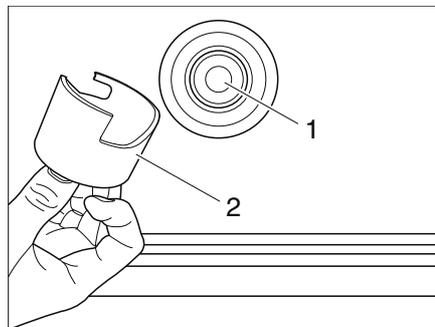

Bild 91 Einfüllstutzen Gas
- Verschluss (Bild 91,1) des Einfüllstutzens (Bild 91,2) gegen den Uhrzeigersinn lösen.
- Verschluss (Bild 91,1) abnehmen.
- Nach Beendigung des Befüllvorgangs die Zapfpistole vom Einfüllstutzen (Bild 91,2) lösen.
- Verschluss (Bild 91,1) des Einfüllstutzens im Uhrzeigersinn festziehen.